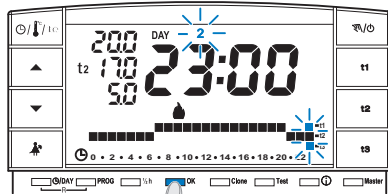

fig. 16
- Una volta completato il profilo giornaliero premere **OK** per memorizzarlo; quindi passare alla modifica del profilo relativo ad un altro giorno oppure tenere premuto il tasto **OK per 4 secondi** per salvare il nuovo programma settimanale (fig. 16).